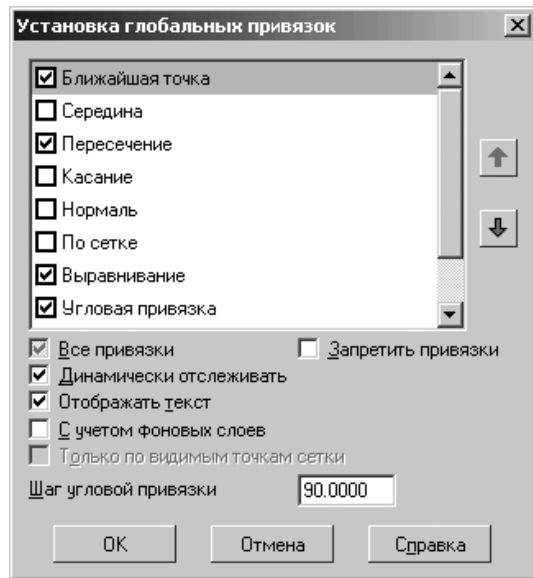

Рис. 3.110. Диалоговое окно **Установка глобальных привязок** с нужными установками
- щелкните по кнопке **ОК**. Все установленные глобальные привязки войдут в действие. Диалоговое окно **Установка глобальных привязок** с нужными установками показано на рис. 3.110.